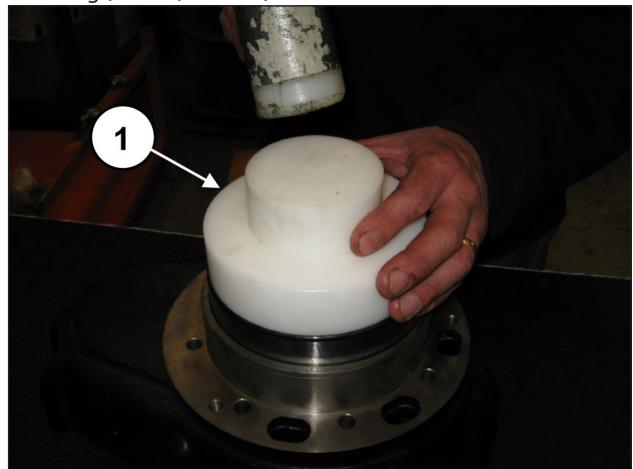
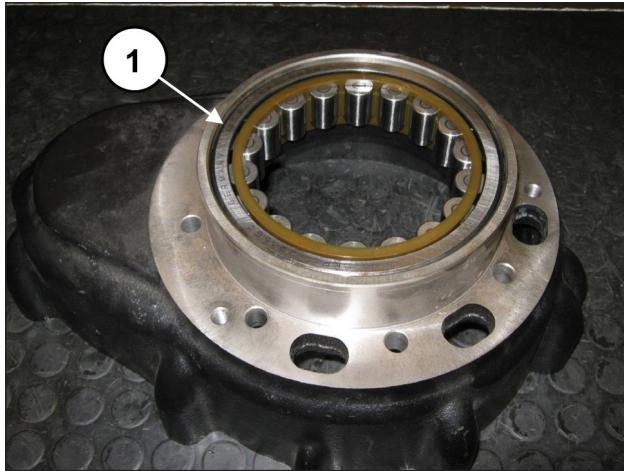

Abb. 55
Abb. 56
Montieren Sie vorläufig auf der entgegengesetzten Seite des Getriebegehäuses den Außenring des Kurbelwellenlagers mithilfe des Werkzeugs Art. 27605000 (Pos. ①, Abb. 55) bis auf Anschlag (Pos. ①, Abb. 56).